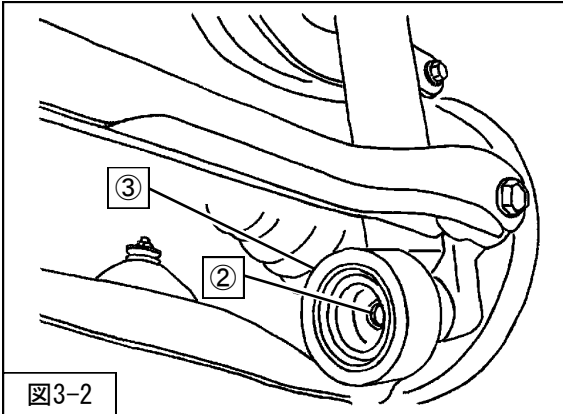

図3-2
3. ②ダンパーロア取付ボルトを取外してください。(図3-2)
4. ダイナミックダンパー装着車は③ダイナミックダンパーを取外してください。(図3-2)